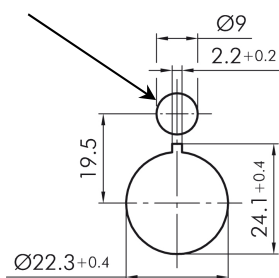

Fig. 2 : découpe de montage pour
- 2) Pour les têtes de commande avec collerette de protection illuminée percer un autre trou suivant les schémas de montage (Fig. 2).
- 9) Pour les têtes de commande avec collerette illuminée, remettre la fiche pour l'éclairage à travers de l'orifice dans la plaque de montage et l'attacher à la tête de commande (Fig. 2 et 3a).